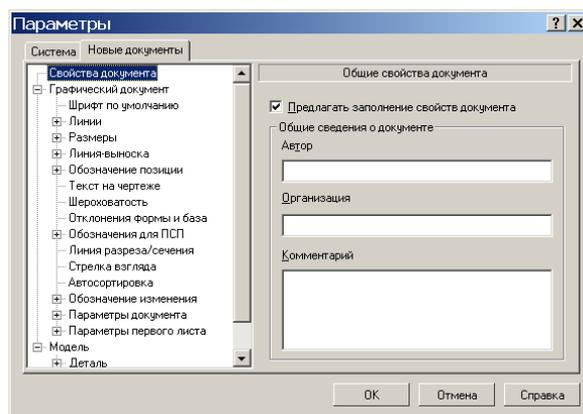

Рис. 15.7.
1.4.2. Перейдите на закладку **Новые документы** (рис. 15.7) для настройки параметров новых (и текущих) документов. Меню настроек приведено на рис. 15.7.